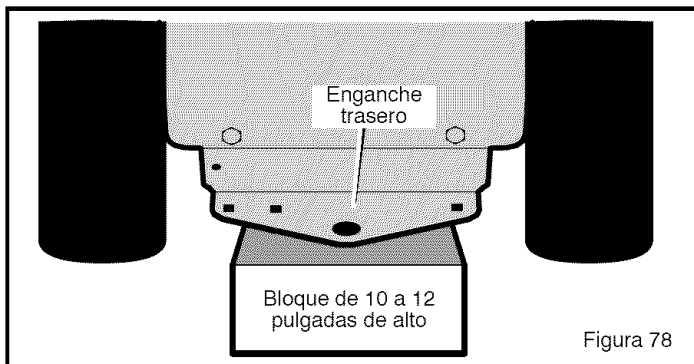

Figura 78
2. Coloque el **enganche trasero** sobre un **bloque de 10 a 12 pulgadas**. El bloque debe ser suficientemente alto para levantar las ruedas traseras del suelo (Figura 78).